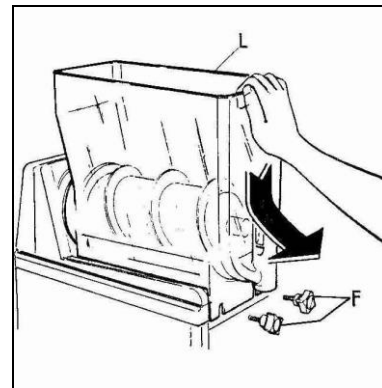

Fig. 2
- **S**vitare e sfilare i pomelli (fig.2).